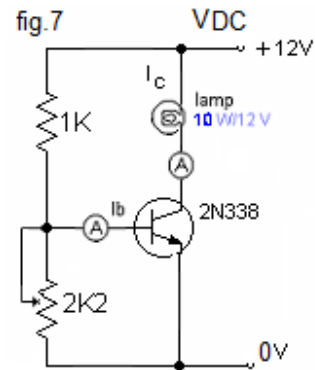

fig.7 Circuito prático para obter o “d.c. current gain” de um transistor npn
O circuito da fig.7 mostra como um amperímetro deve ser conectado para medir a corrente de base e a corrente de coletor.
- 1.Monte no “board” o circuito da fig.7
- 5.Conecte o miliamperímetro na base do circuito como mostra a fig 7.